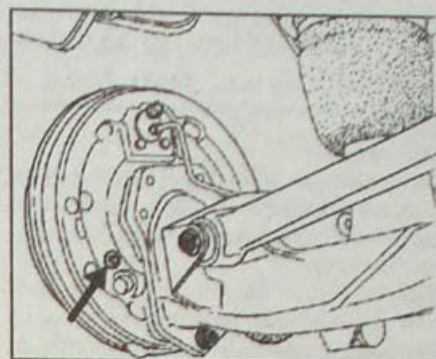

Рис. 12.9. Расположение заглушки в опорном щите тормозных колодок
- Достаньте заглушку из опорного щита тормозных колодок, чтобы привести в нерабочее положение автоматическую систему компенсации износа тормозных колодок (рис. 12.9). Выведите палец рычага из тормозной колодки для чего отверткой нажмите на рычаг ручного привода колодок и сместите его. После этого отведите рычаг от колодки, сдвинув его назад.